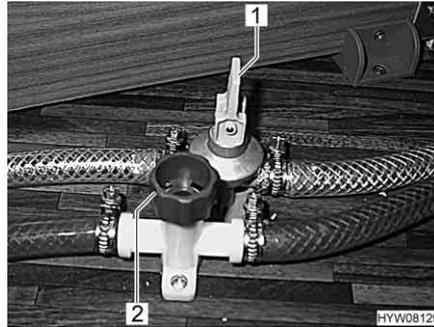

Fig. 127 Rubinetti di scarico
- Chiudere tutti i rubinetti di scarico per il boiler. Posizionare la leva a bilanciere (Fig. 127,1) orizzontalmente o ruotare il tappo (Fig. 127,2) in senso orario.
- Aprire tutti i rubinetti di scarico per il boiler. Posizionare la leva a bilanciere (Fig. 127,1) verticalmente o ruotare il tappo (Fig. 127,2) in senso antiorario.